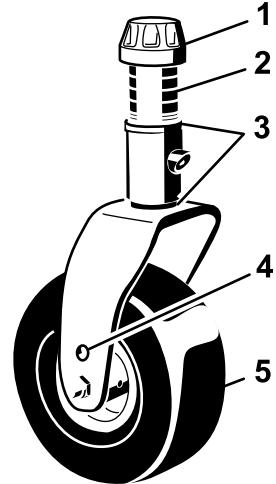

Figura 16
4. Retire el casquillo tensor del eje y deslice el eje fuera del brazo de la rueda giratoria (Figura 16).